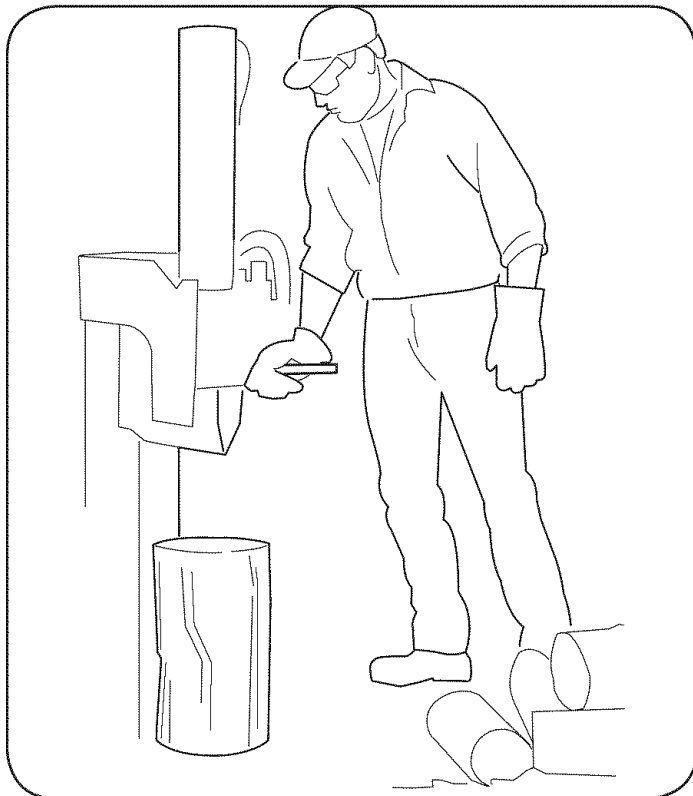

Figura 4-3
3. Pararse frente a la viga vertical para operar la manija de control y estabilizar el tronco. Ver la Figura 4-3.